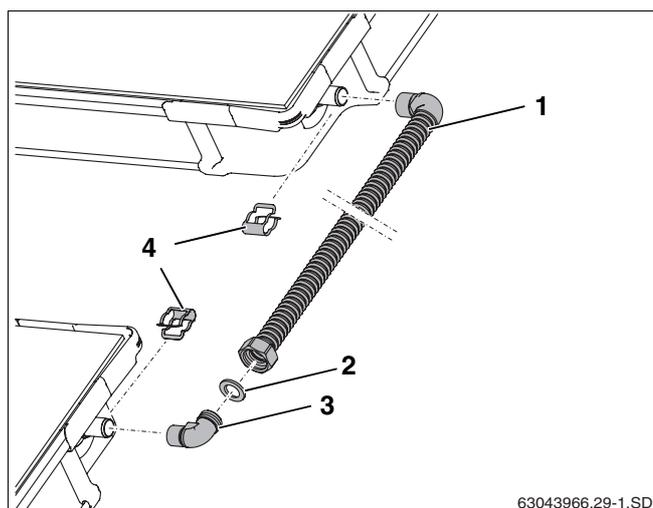

Рис. 60 Комплект для соединения двух рядов коллекторов
Если соединительную трубу (рис. 60, поз. 1) нужно укоротить, то следуйте указаниям по монтажу, приведенным в главе "Создание уплотняющей поверхности:", стр. 39.
- Уложить уплотнение (рис. 60, поз. 2) в накидную гайку.
- Вставить уголок (рис. 60, поз. 3) в накидную гайку G1, выровнять его и прикрутить.
- Надеть соединительную трубу (рис. 60, поз. 1) на штуцеры коллекторов и зафиксировать зажимами (рис. 60, поз. 4) из комплекта для подключения.